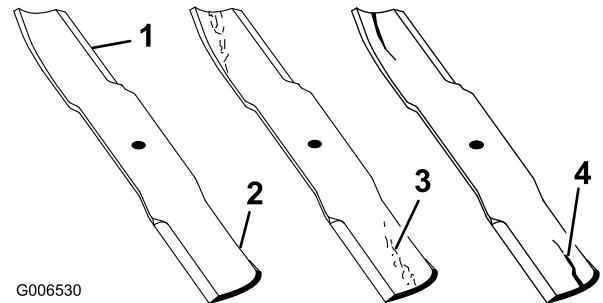

Bild 22
- Prüfen Sie die Schnittkanten des Messers sorgfältig, insbesondere dort, wo die geraden Flächen die gebogenen berühren (Bild 22). Da Sand und anderes reibendes Material das Metall abschleifen kann, das die flachen mit den gebogenen Teilen verbindet, müssen Sie das Messer vor jedem Einsatz der Maschine prüfen. Tauschen Sie das Messer aus, wenn Sie eine Abnutzung feststellen (Bild 22); siehe „Entfernen des Schnittmessers“.
Wenn sich das Messer abwetzen kann, bildet sich ein Schlitz zwischen dem Windflügel und dem flachen Teil des Messers (Bild 22). Zuletzt kann sich ein Stück des Messers lösen und aus dem Gehäuse herausgeschleudert werden. Das kann zu schweren Verletzungen bei Ihnen selbst und Unbeteiligten führen.